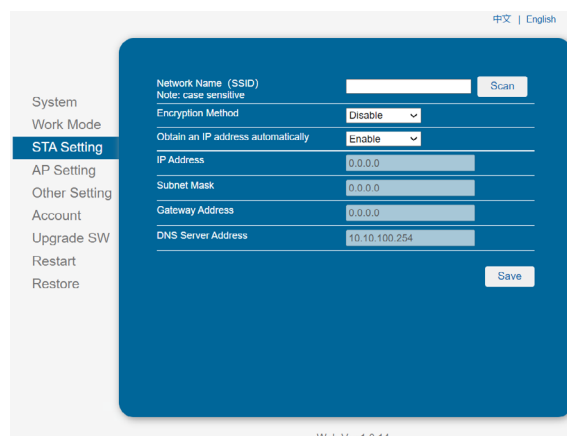

Fig. 44. Interfaz configuración WiFi.
- Hacer clic en "STA Setting" para entrar en la Interfaz de configuración del WiFi. Si es la primera vez que se entra en el sistema, se mostrará la pantalla de la Fig. 44.